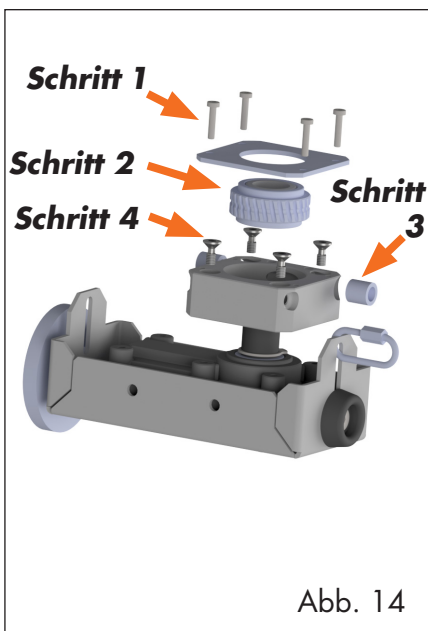

Abb. 14
(1) Änderung der Dämpfungsrichtung
Schritt 1: Die vier Befestigungsschrauben des Deckels lösen und den Deckel abnehmen (siehe Abb. 14).